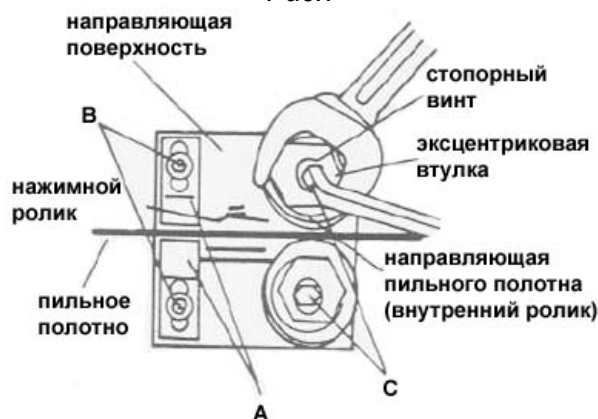

Рис.8
Ослабьте винты (B, рис. 8) и отодвиньте скользящие элементы (A) от пильного полотна.